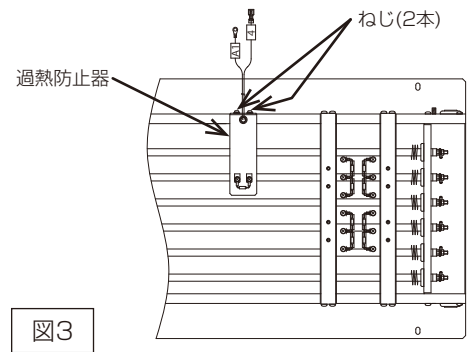

図3
- 1) 電気ヒーターの過熱防止器を取外してください。・・・図 3
- 2) 3-3 で取外した過熱防止器を取付けてください。・・・図 3